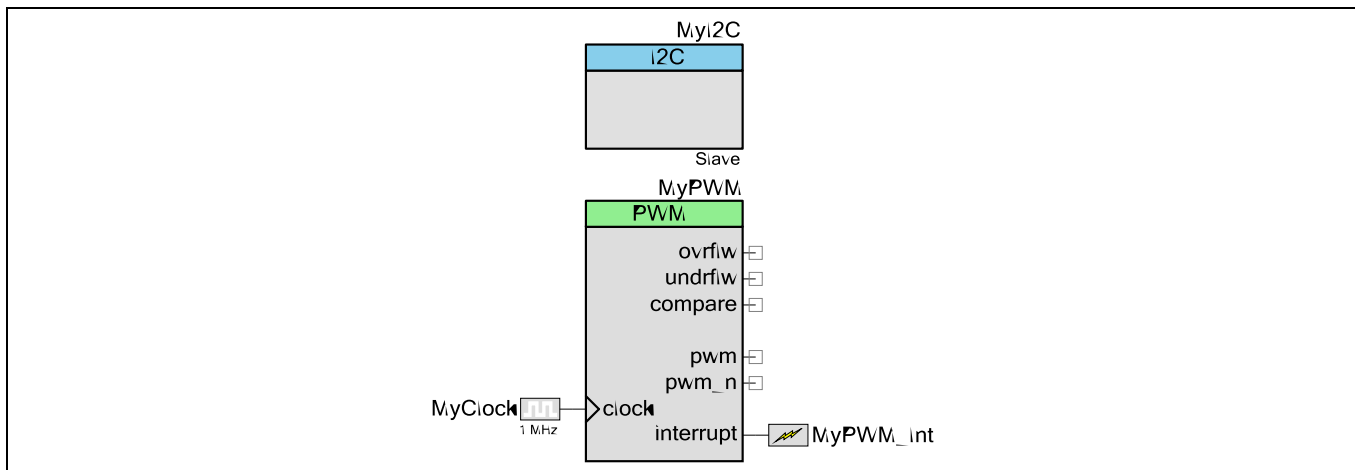

Figure 11 2つの割り込みを持つ回路設計の例
**PSoC Creator:** PSoC Creator では、サンプルデザインで割り込みを割り当てます。Figure 11 は、2 つの割り込みを伴う設計を示します。1 つは割り込みコンポーネント MyPWM\_Int に接続された PWM コンポーネントからのもの。もう 1 つは I2C コンポーネントからのものです。
この例では、I2C コンポーネントに割り込みが埋め込まれます。その割り込みは Figure 11 の回路図には示されません。デザイン全体のリソースウィンドウに MyI2C\_SCB\_IRQ として表示されます。